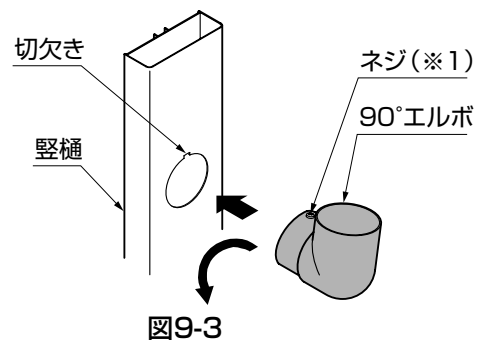

図9-3
- 90°エルボは雨樋のエルボ取付け孔の切欠きに90°エルボのネジを通し、回転させて取付けてください。(図9-3参照)